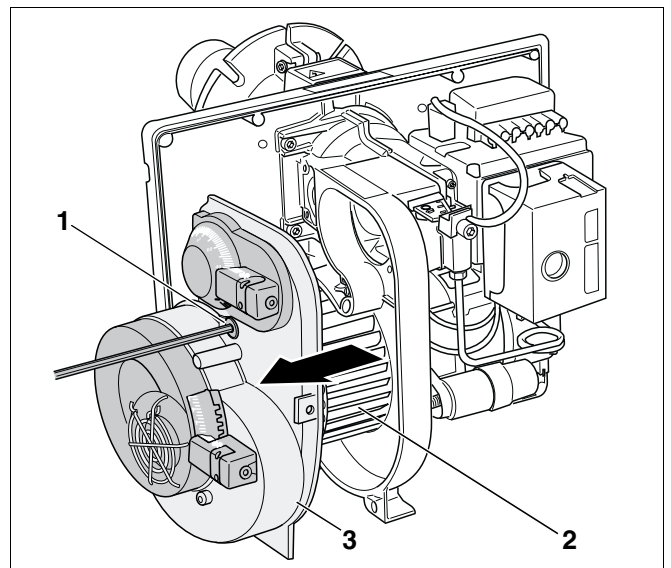

Fig. 17 Visuel kontrol af blæserhjulet
- Løsn unbrakoskruen (4 mm) (fig. 17, **pos. 1**).
- Tag dækslet (fig. 17, **pos. 3**) af kabinettet.
- Kontrollér blæserhjulet (fig. 17, **pos. 2**) for tilsmudsning, og rengør eller udskift om nødvendigt.